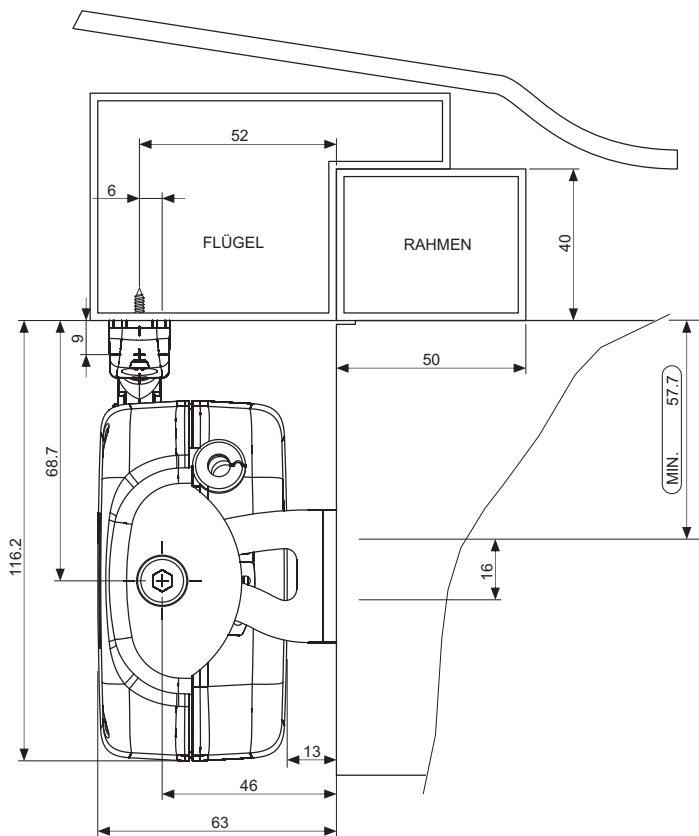

Abb. 14
- 2) **Abb. 14-** Mit einem Stift die Mittellinie "X" des Fensterrahmens ziehen;